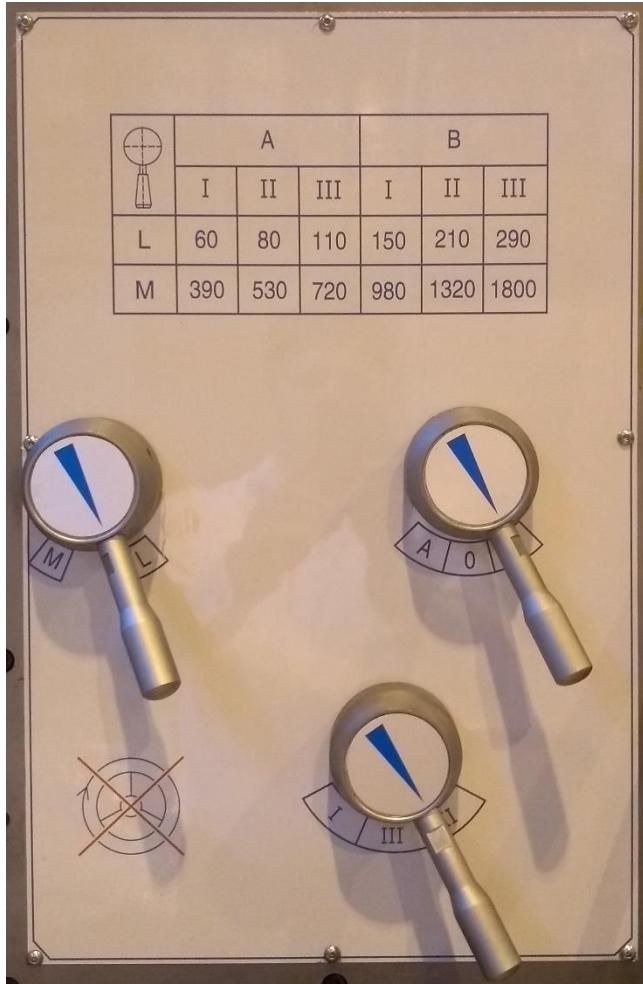

Рис. 5
- 1- горизонтальный и 2- вертикальный шпиндель), затем отрегулируйте три рукоятки (рис. 5) в соответствии с пояснениями таблицы скоростей.